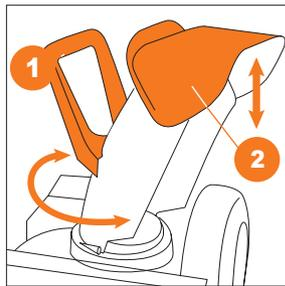

Рис. 21
- Модель **S 6060** - для выбора направления выброса снега используйте поворотную рукоятку 1, дальность выброса регулируйте наклоном дефлектора 2 (Рис. 21).